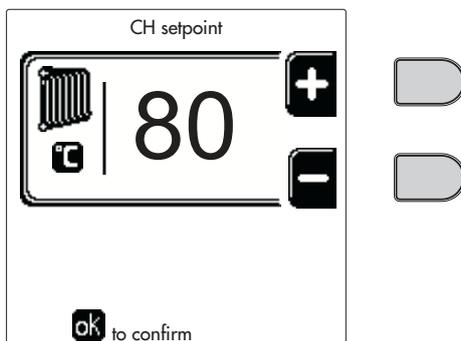
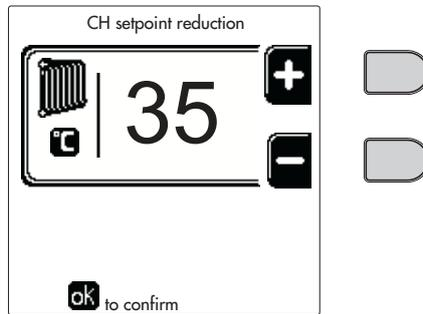
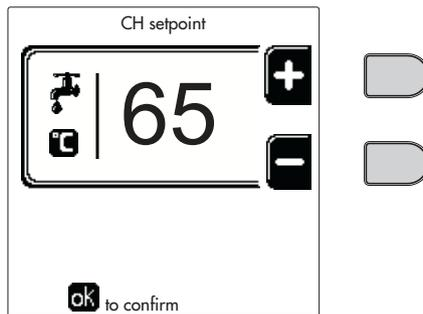
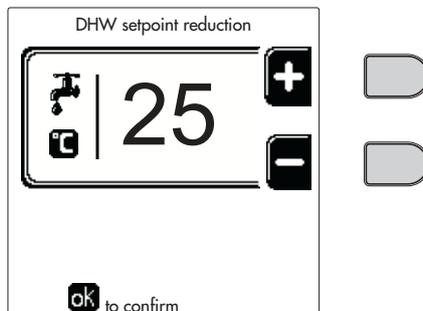

рис. 12
рис. 13
рис. 14
рис. 15
- **ON (ВКЛ).** При поступившем запросе на отопление/ГВС котел работает на заданной температуре регулировки отопления/ГВС (рис. 12/рис. 14).
- При поступившем запросе на отопление/ГВС котел работает на уменьшенной температуре регулировки. Уменьшенная температура достигается путем вычитания температуры регулировки уменьшения (рис. 13/рис. 15) от заданной температуры регулировки отопления/ГВС (рис. 12/рис. 14).